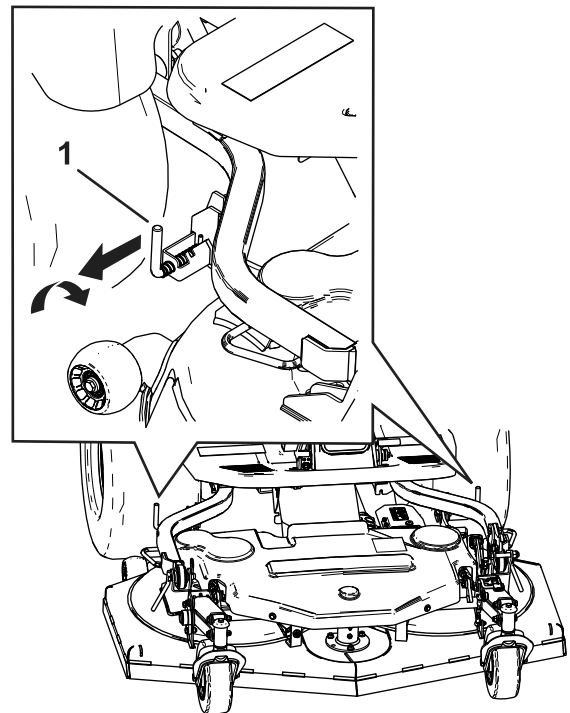

Figure 87
11. Vérifiez que les goupilles de verrouillage arrière sont bien enclenchées (Figure 87).
3. Avant d'abaisser l'unité de coupe, tirez et tournez les axes de liaison arrière des deux côtés de l'unité de coupe (Figure 87).